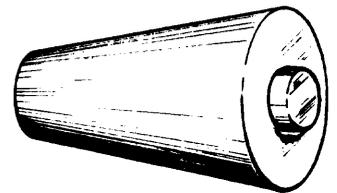

Fig. 3
2. Expandidor de madera o trompo de madera, elaborado por el operario, por cuanto no se consigue en el comercio. Sustituye eficazmente al expandidor de hierro; es de forma aproximadamente cónica (fig. 3).